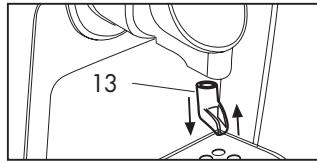

Fig. 20
Extraer la boquilla (13) de su sede tirándola hacia abajo. Lavar esmeradamente y eliminar eventuales residuos de café. Una vez que esté limpia, volver a introducir la boquilla empujándola hasta el fondo. (**Fig. 20**)